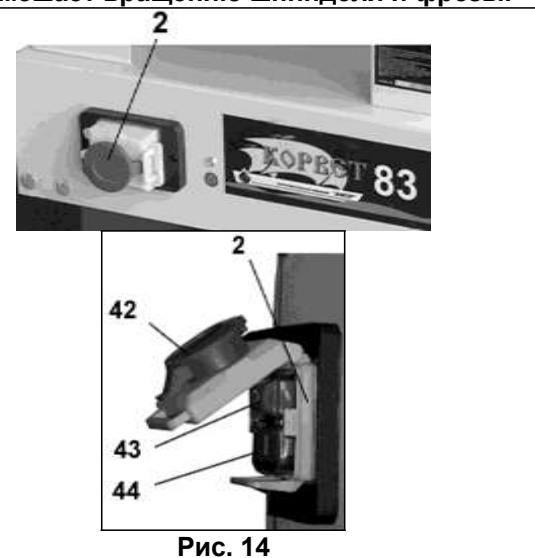

Рис. 14
10.2.2. Магнитный пускатель (2) расположен на лицевой панели фрезерного станка), Рис.14..
10.2.3. Нажмите и сдвиньте по стрелке красную крышку (42) магнитного пускателя (2), Рис.14.
10.2.4. Включение станка производится нажатием на зелёную кнопку (44). Скорость шпинделя постепенно повысится до максимальных оборотов, Рис. 14.